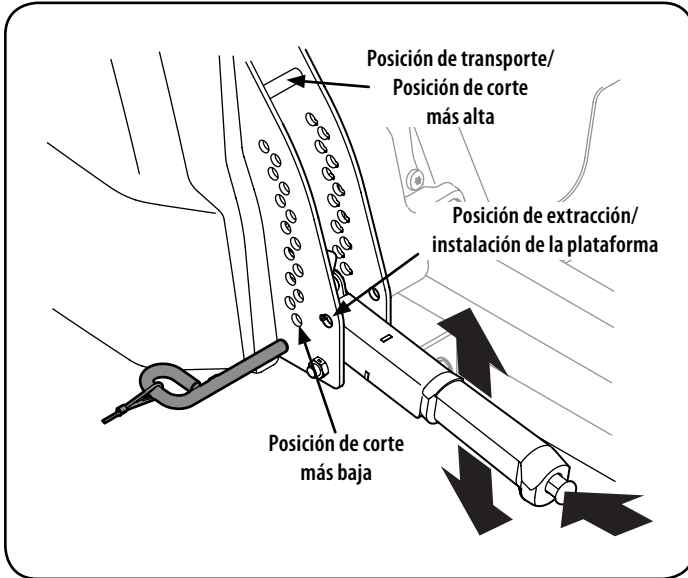

Figura 36
- Usando la manija de elevación de la plataforma, levante la plataforma a la posición que le ofrece mayor recorrido horizontal de la correa entre las poleas locas de la plataforma y la polea de la PTO en la base del motor. Vea la Figura 36.
- Baje la plataforma hasta la posición de extracción/instalación  usando la manija de elevación de la plataforma. Vea la Figura 36.
- Ubique la manija de elevación de la plataforma en la posición de corte más elevada. Vea la Figura 36.